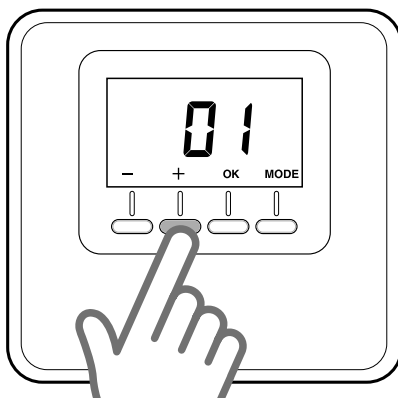

Fig. 16
- Apăsați tastele “+” sau “-” pentru a alege zona de atribuit (Fig. 16).